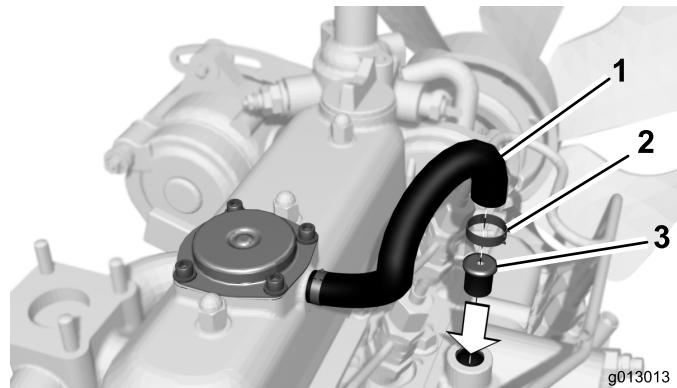

Bild 2
7. Entfernen Sie Rückstände von dem Bereich, in dem der Entlüfterschlauch an das Entlüfterrohr angeschlossen ist (Bild 2).
8. Entfernen Sie die Schlauchklemme, mit der der Entlüfterschlauch am Entlüfterrohr im Einlassverteiler befestigt ist (Bild 2). Schieben Sie den Schlauch vom Rohr.
9. Setzen Sie die neue Einlassöffnung in das Ende des Entlüfterrohrs ein (Bild 2).